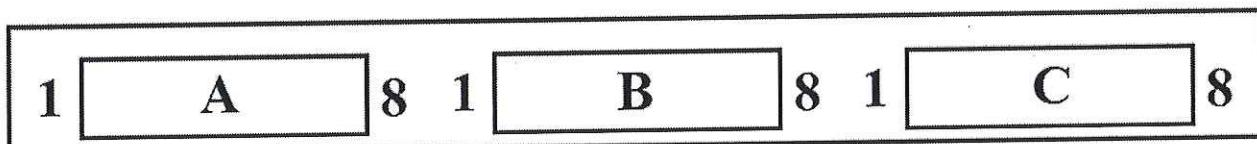

Рисунок 3 – Схема передней панели шкафа кроссового оптического.
4.5 Шкаф кросsovый оптический предназначен для подключения внешних оптических линий Ethernet к КСО (см. рисунок 3).